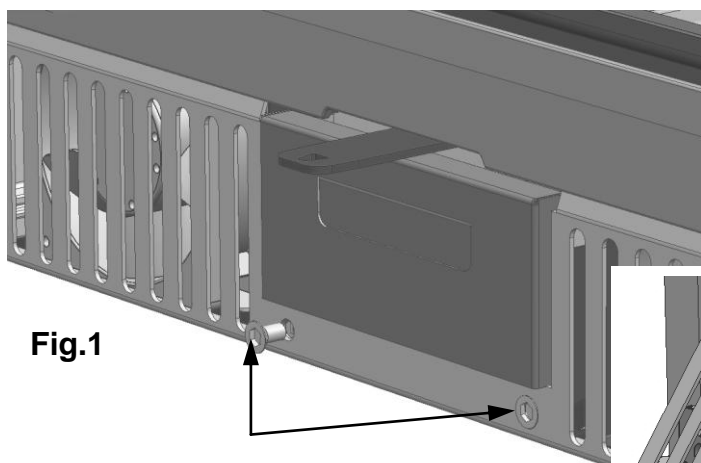
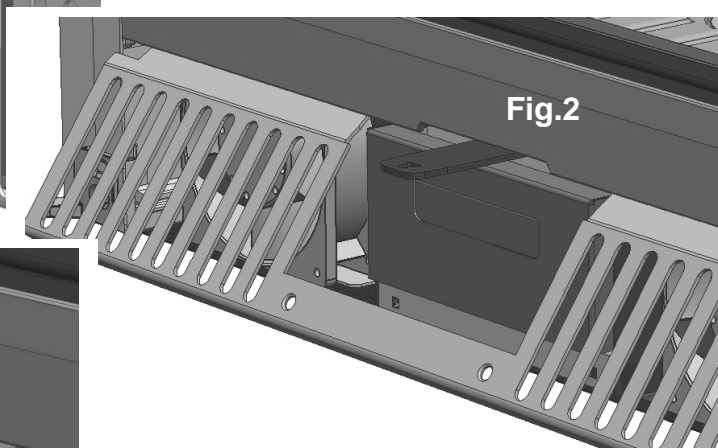

Fig.1
Fig.2
1. Desserrez la grille frontale en dévissant les deux vis de la partie inférieure (Fig.1 et Fig.2).